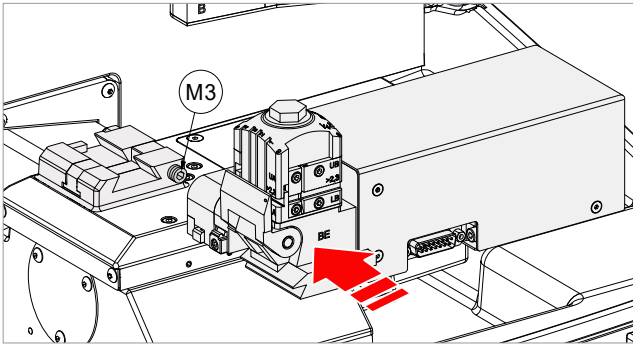

Bild 26
- 1) Die Spannbackeneinheit in die entsprechende Schwalbenschwanzführung einsetzen (Bild 26).